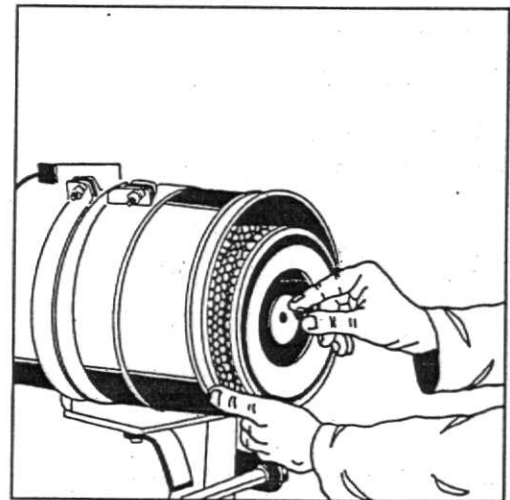

Fig. 3
2. Remova a porca e o elemento, fig. 3.